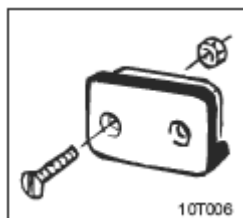

Рис. 9.4
- Закрепите кронштейн (рис. 9.4) компьютера в кабине трактора.